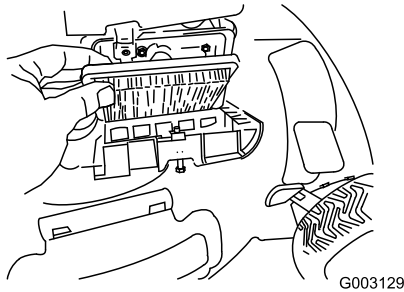

Figura 41
4. Coloque la tapa (Figura 41).